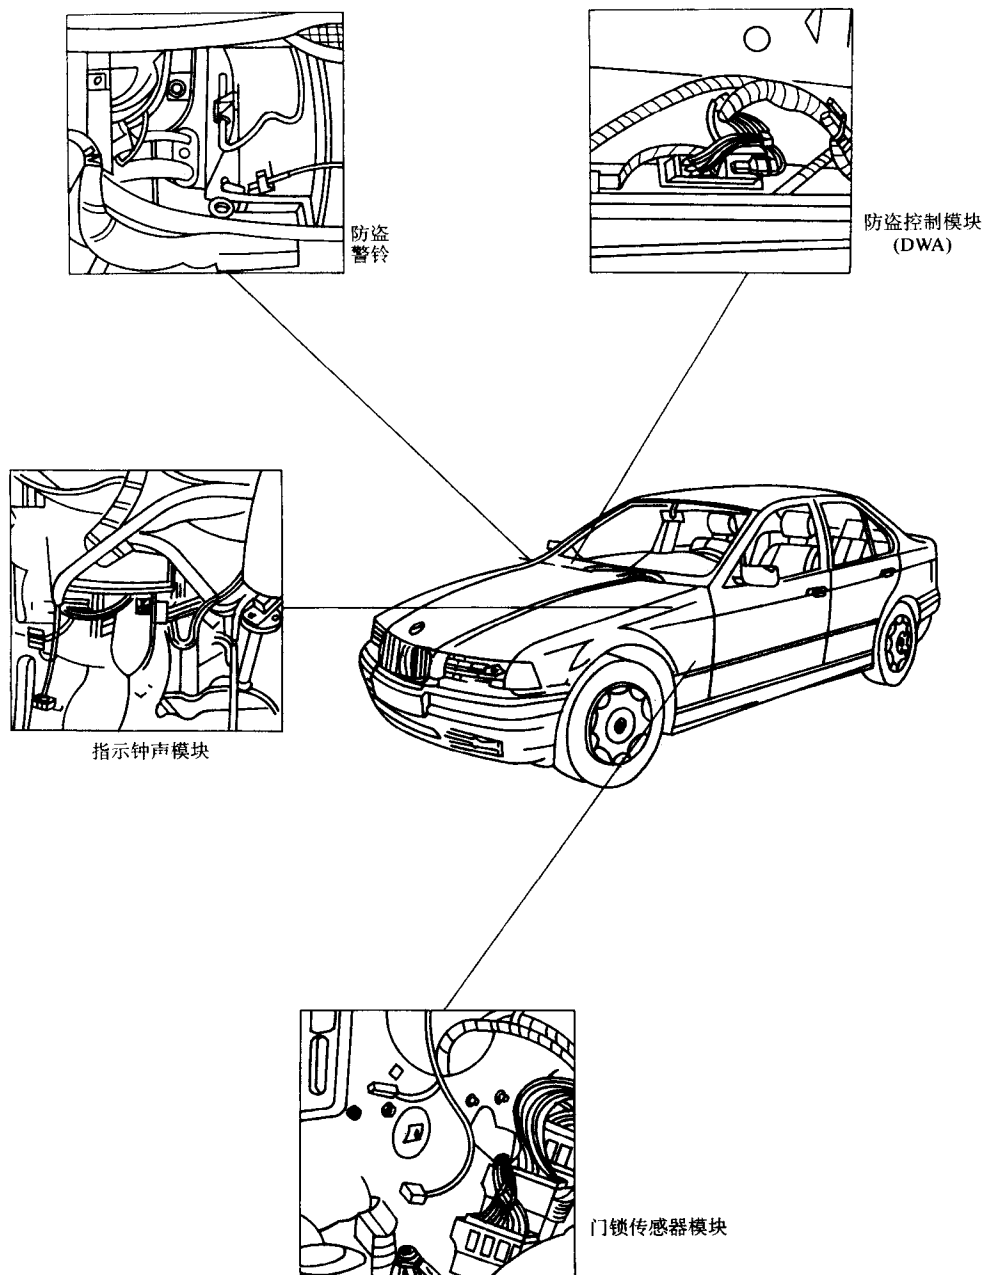

图 7-18 宝马 8 系中央门锁与防盗系统元件位置
- (4) 宝马 8 系中央门锁及防盗系统元件位置, 如图 7-18 所示。